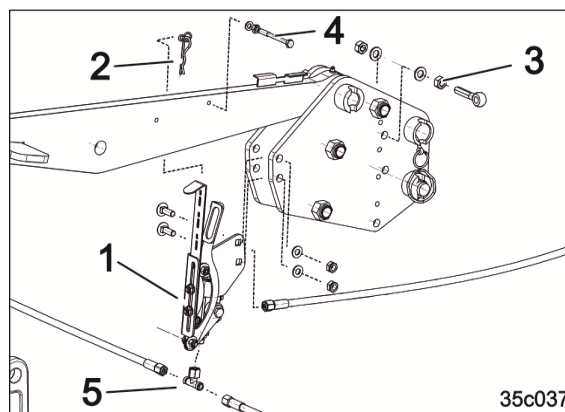

図 89
6. 取り付けてあるT字コネクタ（図 89/5）から油圧ホースラインを分離します。
7. 取付け済みのバルブサポート（図 89/1）をねじで固定します。
8. 油圧ホースラインを新しいT字コネクタでバルブ（図 89/5）に接続します。
9. 白いプルロープのアイレットを拘束フックに固定します（図 89/2）。
10. アイボルトをロープガイドとして取り付けます（図 89/3）。
11. 調整ねじをアッパーアームに取り付けます（図 89/4）。